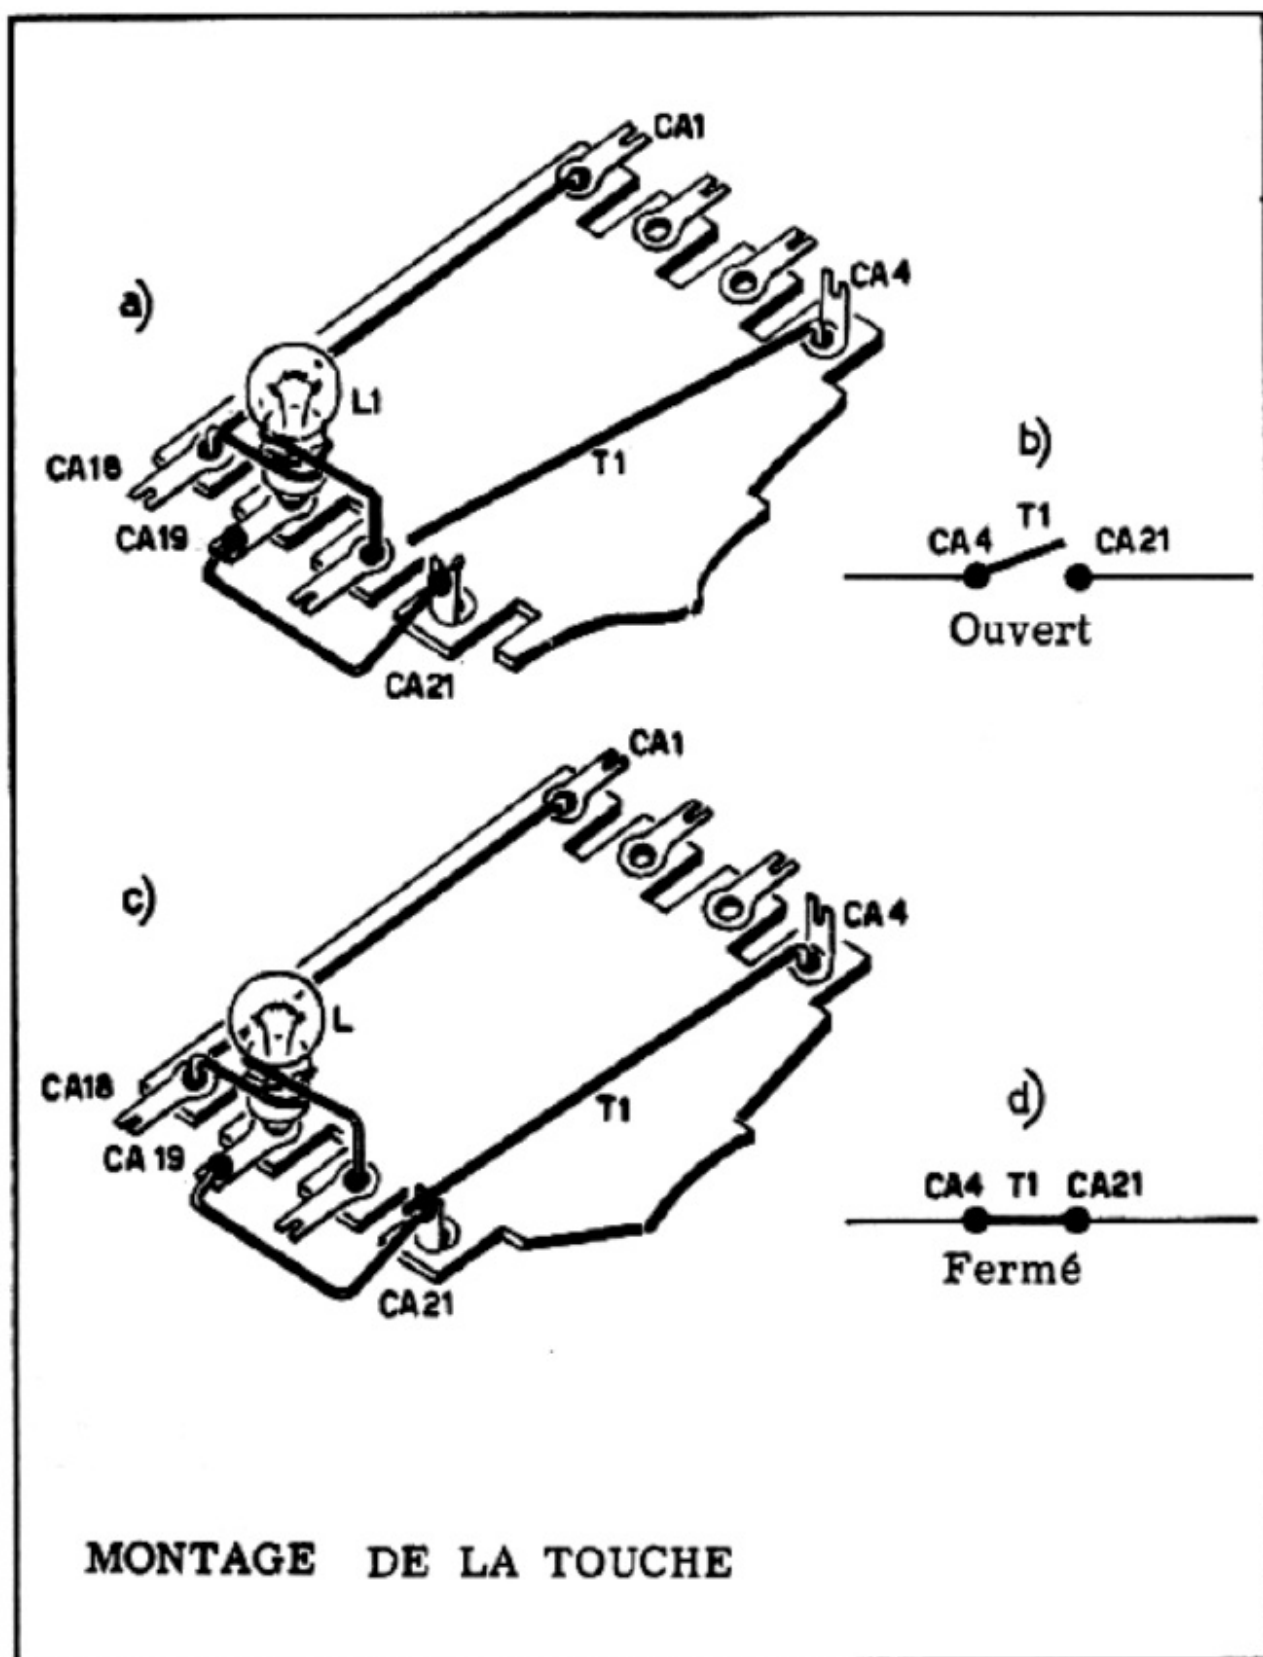

Figure 11
g) Introduisez l'extrémité repliée à angle droit d'une des touches réalisées auparavant dans l'oeillet de la cosse CA4 et disposez-la comme indiqué sur la *figure 11 - a*, de façon à ce que l'extrémité libre *ne se trouve pas en contact* avec la cosse CA21. Effectuez ensuite la soudure sur la cosse CA4. La touche aura comme symbole T1.
Le symbole graphique utilisé pour représenter la touche sera utilisé également pour les interrupteurs (*figure 11 - b*). Ce symbole est constitué par deux petits cercles représentant les deux points du circuit qui seront reliés en fermant l'interrupteur, et par une petite barre qui représente la touche soudée à CA4.
Lorsque la petite barre est relevée, c'est-à-dire lorsque l'extrémité libre du contact T1 *ne touche pas* la cosse CA21 (*figure 11 - a*) on dit que l'interrupteur est *OUVERT* (*figure 11 - b*). Lorsque le contact T1 *touche* la cosse CA21 (*figure 11 - c*) on dit que l'interrupteur est *FERME*. Le sigle conventionnel que l'on utilise à ce moment est représenté par la *figure 11 - d* où la petite barre relie les deux cercles, établissant entre eux un contact électrique.